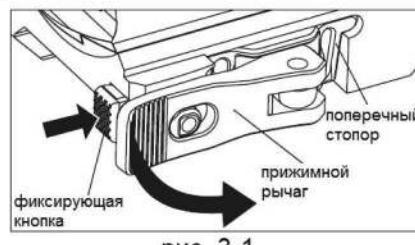

рис. 3-1
2. Благодаря нашей патентованной прижимной системе инструменты для установки прицела на планку не требуются. Нажмите на рифленую фиксирующую кнопку и сдвиньте рычаг, чтобы открыть прижимную пластину. Чтобы установить прицел на планку, нажмите на рычаг, чтобы кнопка автоматически защелкнулась. Установка завершена [рис. 3-1].